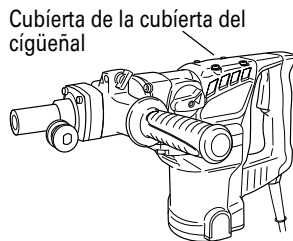

Fig. 17
- (1) Quitar la cubierta del cigüeñal y limpiar la grasa interna. (Fig.17)
- (2) Aplicar 2.0 oz (60 g) de grasa para martillo eléctrico Hitachi tipo A (accesorio opcionales, contenida en tubo) en el cárter.
- (3) Luego de rellenar de grasa, instalar la cubierta del cigüeñal firmemente.